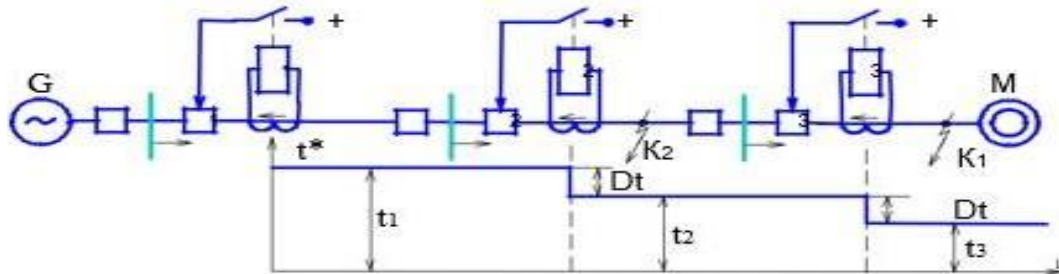

Рис. 4
4. Определить назначение, описать действия и перечислить основные защиты, представленных на рис. 4- 8.